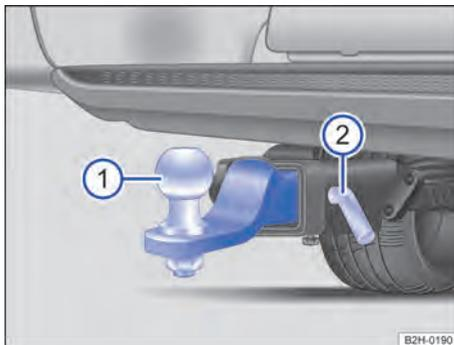

Fig. 130 Sob o para-choque traseiro: montar o engate de reboque.
- ① Engate de reboque.
- ② Pino de travamento.
3. Extrair o pino de travamento → Fig. 130 ② do alojamento.
4. Puxar o engate de reboque → Fig. 130 ① do alojamento.